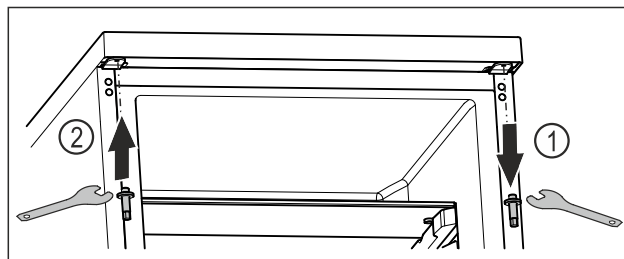

Fig. 23
- ▶ Svitare il perno superiore con una chiave esagonale. Fig. 23 (1)
- ▶ Avvitare il perno sul lato opposto con una chiave esagonale. Fig. 23 (2)